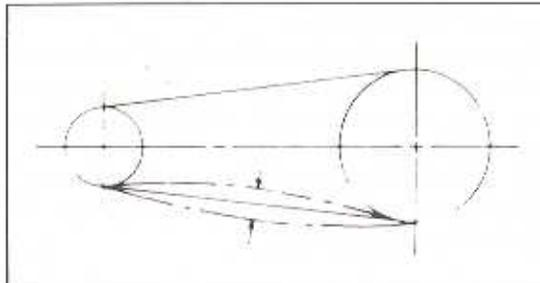

Bild 36
- Die Spannschrauben so verdrehen, dass sich der richtige Durchhang einstellt (Bild 36).